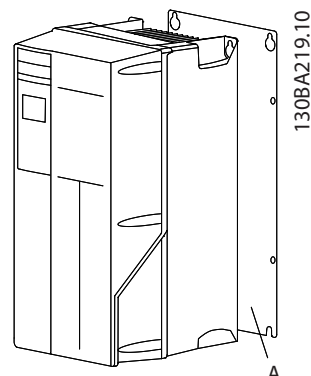
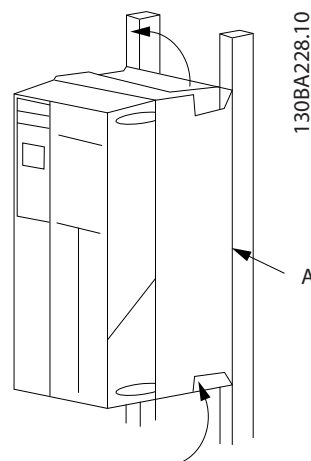

図 2.2 背板への適切な取り付け
図 2.3 レールによる適切な取り付け
- ユニットの冷却気流を確保するために、堅固で平らな表面、あるいはオプションの背板に取り付けます (図 2.2 と 図 2.3 を参照してください)。